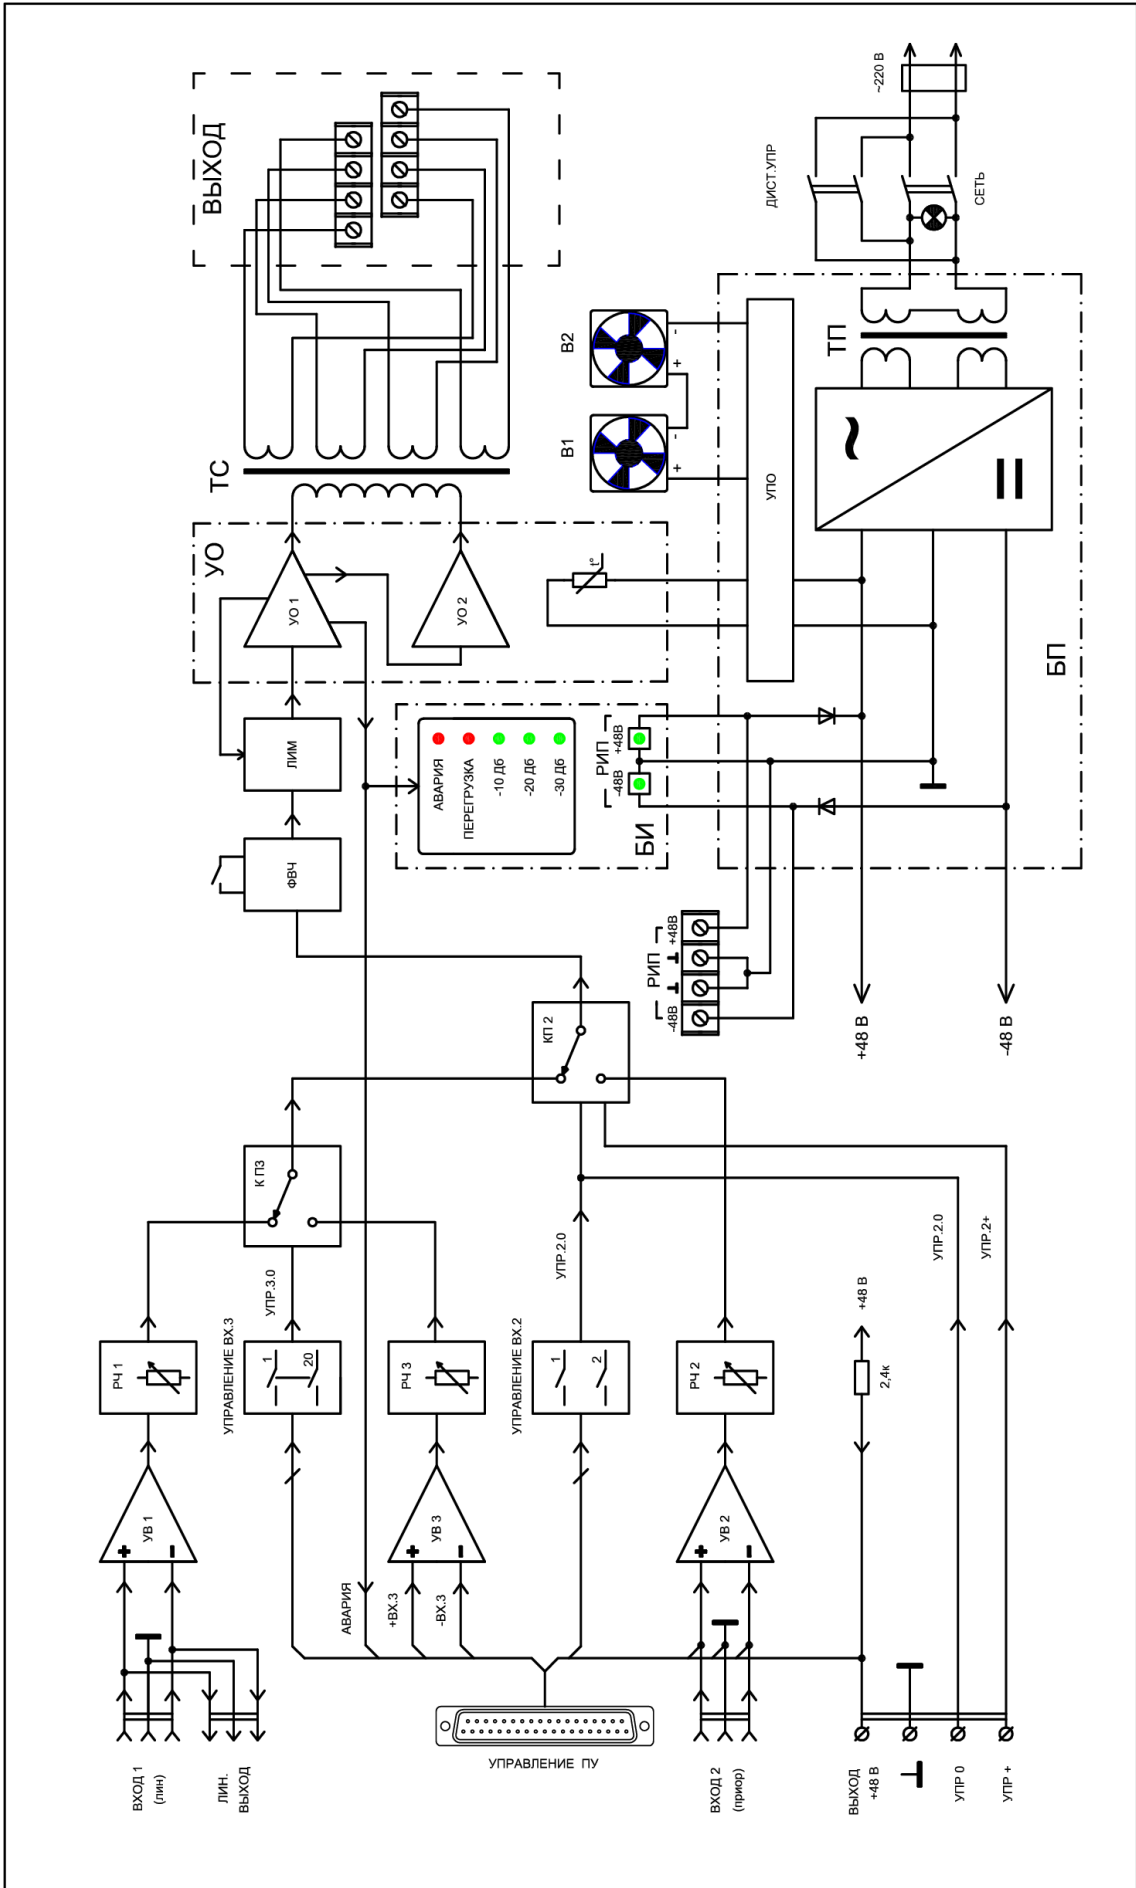

Рис.1 Структурная схема усилителя МЕТА 9154
8.1. Структурная схема УМ приведена на рис.1.